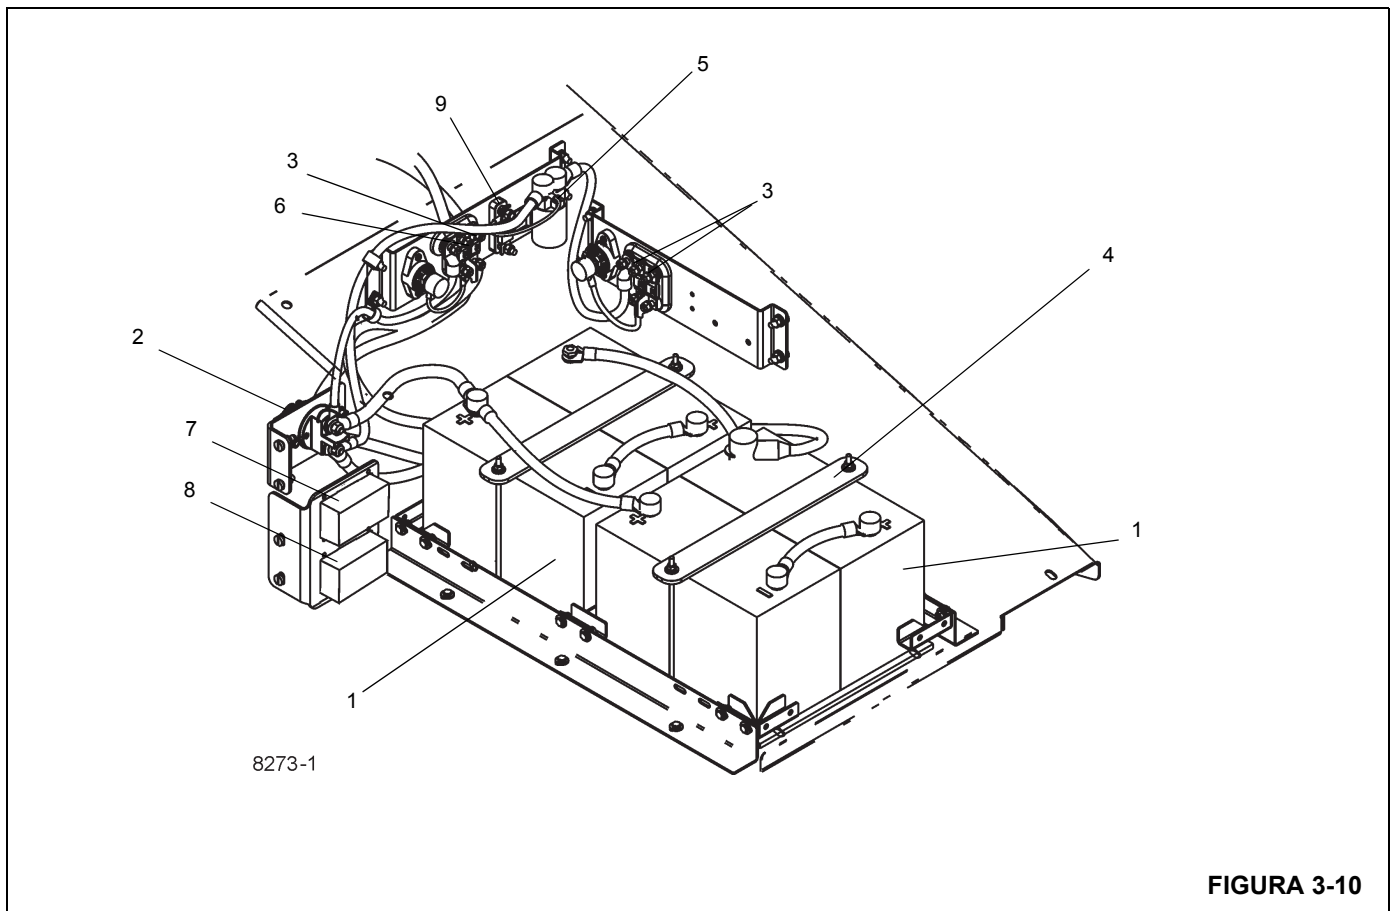

FIGURA 3-10
O transportador possui 5 fusíveis grandes tipo ANL, (2) Módulos de fusíveis e relés com 14 fusíveis estilo mini ATO e 7 relés, todos localizados dentro do compartimento da bateria conforme mostrado na Figura 3-10.